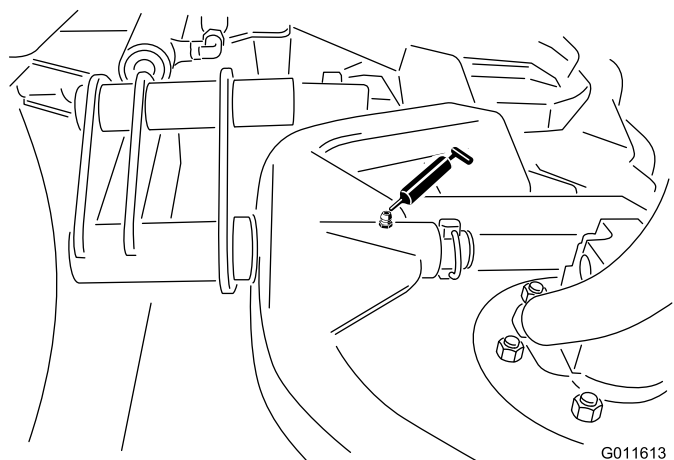

Figura 32
- Perno del telaio portante degli elementi di taglio (1 cad.) (Figura 32)